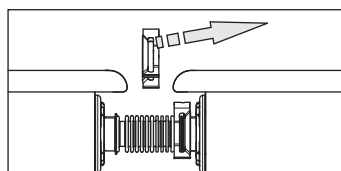

Fig. 3-43 Etape 1
1. Désencliqueter les pinces de fixation de leur cran et les retirer (fig. 3-43 et fig. 3-44).